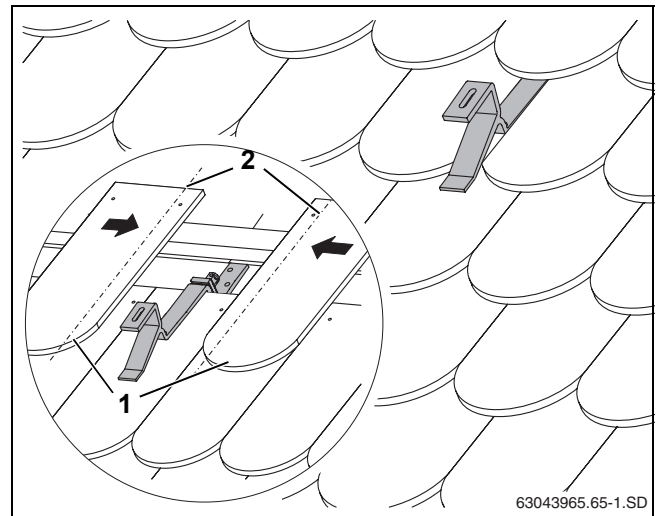

Fig. 20 Gancho de tejado con tejado cubierto
- Corte las tejas planas adyacentes (Fig. 20, [1]) (por la línea discontinua, Fig. 20, [2]).